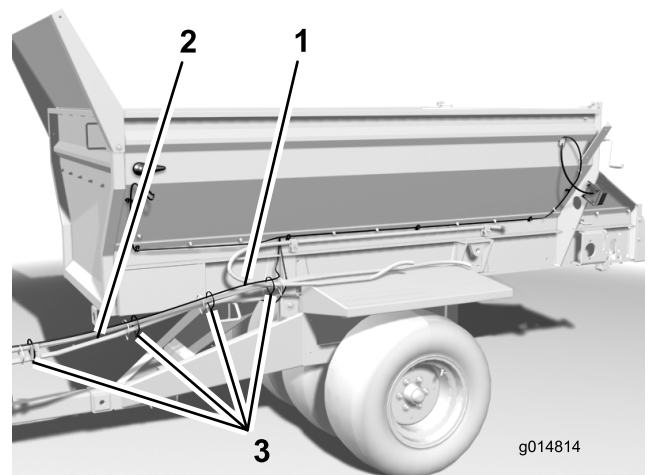

Figura 8
13. Sujete el arnés a los manguitos hidráulicos que van al tractor con sujetacables (Figura 8).